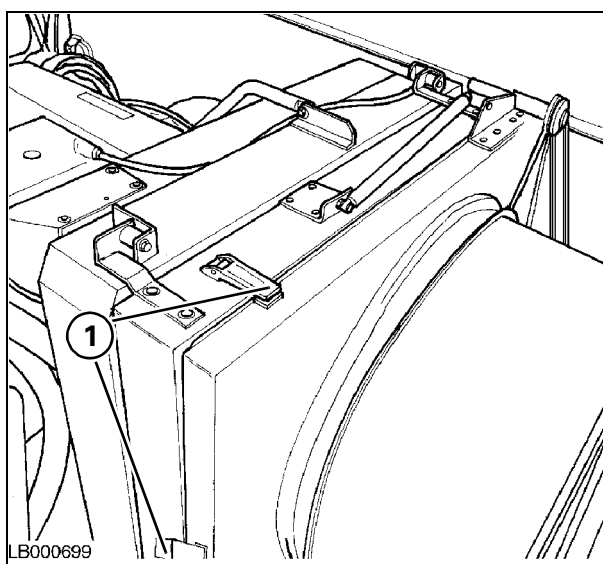
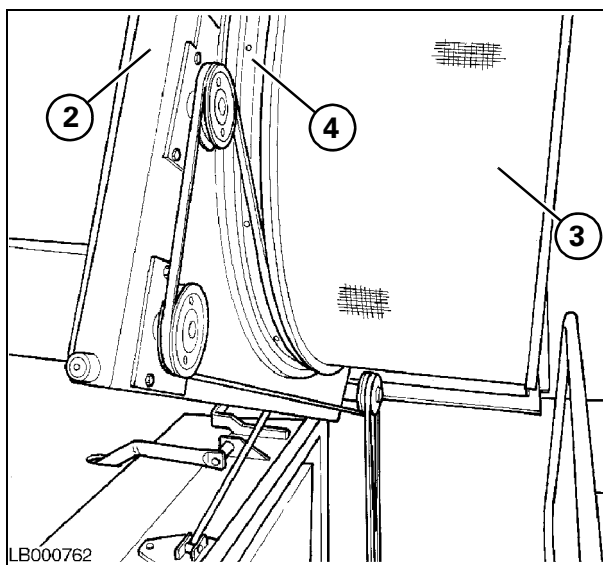

Рис. 31
Рис. 32
24.) РАДИАТОР - Рис. 31 и Рис. 32